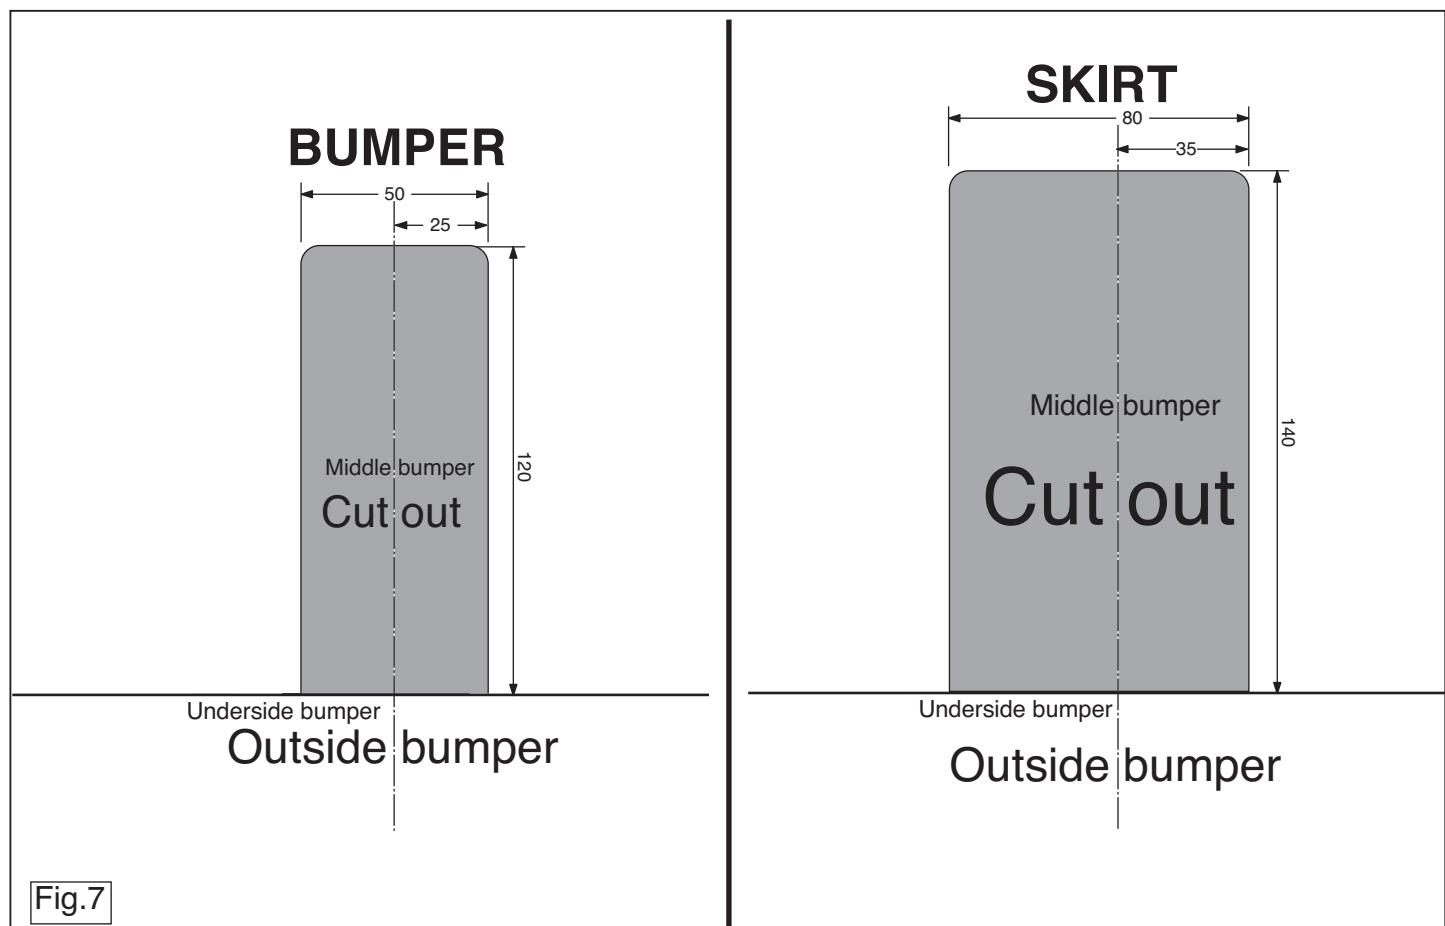

Fig.7
Abbildung 7 herauschneiden.
14. Auf der Unterseite der Stoßstange einen Teil aus der Mitte herauslösen. Abbildung 7 herausnehmen.
14. Scier au centre de la partie inférieure du pare-chocs une partie correspondant à la figure 7.
14. Anbring spændpladerne og monter kuglelykket. Se fig. 7.